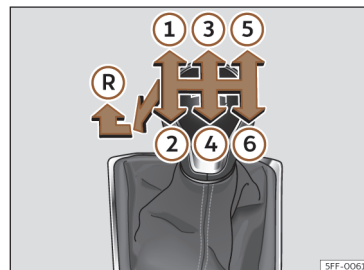

Fig. 114 Grille des vitesses de la boîte manuelle à 6 vitesses.
Les positions des vitesses sont représentées sur le levier de vitesses >>> **fig. 114**.
- Au point mort, appuyez sur le levier de vitesses, déplacez-le complètement vers la gauche puis vers l'avant pour passer la marche arrière >>> **fig. 114 R**.